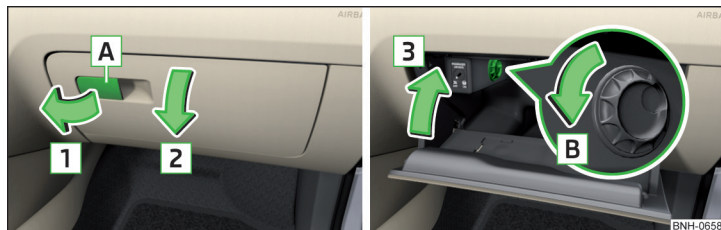

Abb. 86 Ablagefach öffnen / Ablagefach schließen und Luftzufuhr öffnen
- Zum **Öffnen** den Griff **A** in Pfeilrichtung **1** ziehen und den Deckel in Pfeilrichtung **2** klappen » Abb. 86.
- Zum **Öffnen** den Drehregler in Pfeilrichtung **B** bis zum Anschlag drehen » Abb. 86.